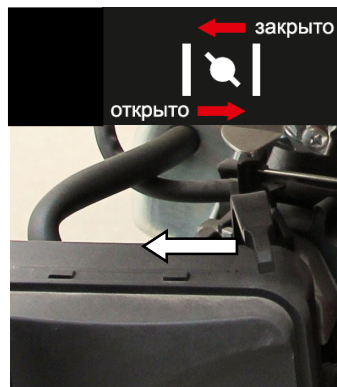

Рис. 11
- При пуске холодного двигателя рычаг привода воздушной заслонки переведите в положение «Закрыто» (Рис. 11).